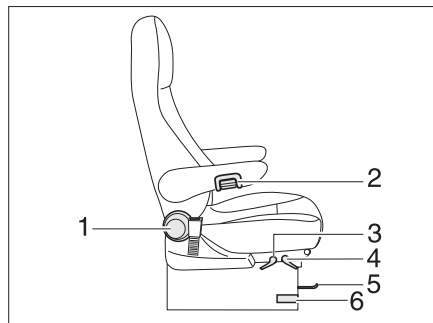

Bild 86 Fahrer- und Beifahrersitz
- Den Hebel zum Drehen des Sitzes (Bild 86,6) drücken oder ziehen. Der Sitz wird aus der Arretierung gelöst.